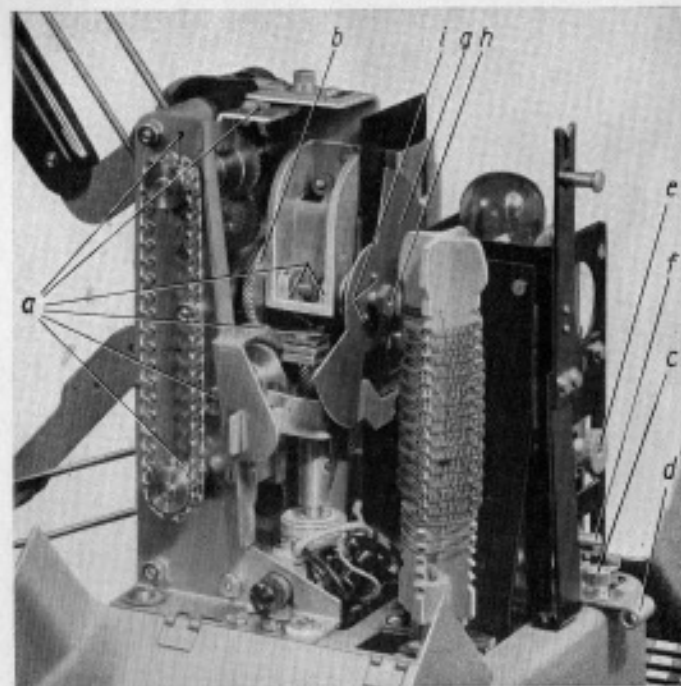

Bild 12. Getriebeansicht des Projektors, Widerstandsseite.
Nur bei Projektion unter 75 cm Breite und falls Bilder flimmern sollten, Dreiflügelblende benutzen. Unter dem Sockel des Projektors ist in einer Federklemme die Dreiflügelblende untergebracht. Beim Auswechsell Seitenteile des Gehäuses (f, g, in Bild 3) herunterklappen, Schutzgehäuse (a) abnehmen, Widerstand (d) herausnehmen, dann Sechskantmutter (h in Bild 12) lösen. Blende paßt nur in einer Lage (Stifte i in Bild 12)! Dann Widerstand und Schutzgehäuse wieder aufstecken und Projektor durch Hochklappen der Gehäuseteile schließen.
2. Beide Madenschrauben, mit denen das Schraubenrad (b in Bild 12) auf seiner Achse befestigt ist (Madenschrauben sind in Bild 12 nicht sichtbar), lösen und Blende (g) leicht verdrehen:
Schraube (c in Bild 12), die den verschiebbaren Lampenfuß festhält, lockern und Fuß am Handgriff (d) nach vor- oder rückwärts oder seitlich verschieben. Rändelmutter (e) lockern und Lampenfassung mit Handgriff (f) auf- oder abwärts verschieben. Zum Prüfen der Einstellung bei eingeschaltetem Projektor Lupe oder zweites Objektiv vor Apparobjektiv halten oder Apparobjektiv weit aus der Fassung herausziehen. Dadurch werden auf dem Bildschirm die Wendelbilder und dazwischen die vom Hohlspiegel entworfenen Spiegelbilder der Wendeln sichtbar. Die richtige Einstellung der Lampe ist dann erreicht, wenn auf dem Bildschirm die Spiegelbilder der Wendeln in gleichmäßigen Zwischenräumen zwischen den Wendelbildern liegen. Wendelbilder wie Spiegelbilder erscheinen nicht gestochen scharf, sondern gleichmäßig weich gezeichnet. Sie stehen dabei nicht senkrecht, sondern sind, von der Mitte des Bildes aus betrachtet, nach rechts und links durchgebogen (tonnenförmig verzeichnet). Diese Verzeichnung ist im Interesse einer bestmöglichen Ausleuchtung erforderlich.